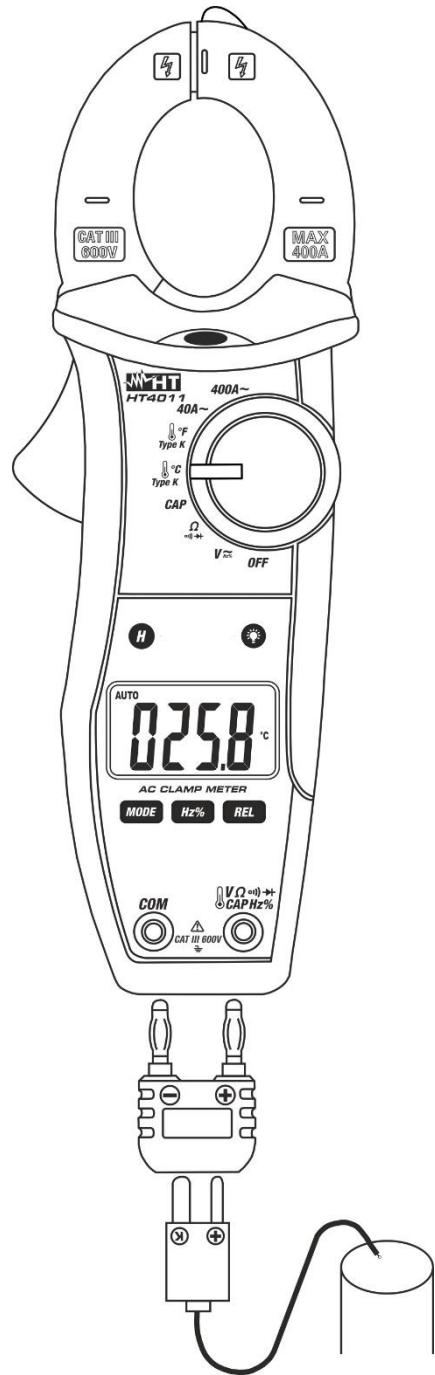

Fig. 9: Uso da pinça para medição da Temperatura
2. Inserir a sonda tipo K (fornecida) nos terminais de entrada **VΩ** **CAPHz%** e **COM** através do respectivo adaptador, respeitando a polaridade mostrada na Fig. 9. O valor da temperatura é apresentado no display